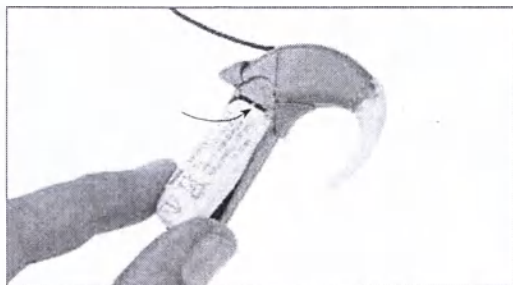

Рис. 10 Установка аккумулятора DaСаро в блок питания аккумуляторный DaСаро
3. Вставьте аккумулятор DaСаро в блок питания. Не прикладывайте чрезмерное усилие. При правильной установке он вставляется легко (см. рис. 10).